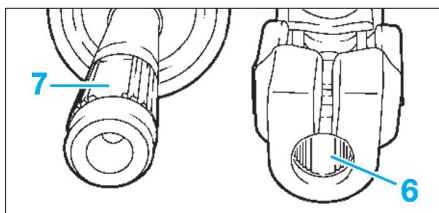

Fig. 7
- Serrer les vis (5) en commençant par les vis inférieures gauche puis droite, et enfin les vis supérieures gauche puis droite.
- Le méplat (6) sur le joint de cardan de l'arbre intermédiaire de colonne de direction doit s'aligner exactement sur le méplat (7) sur le pignon du boîtier de direction (Fig.7).